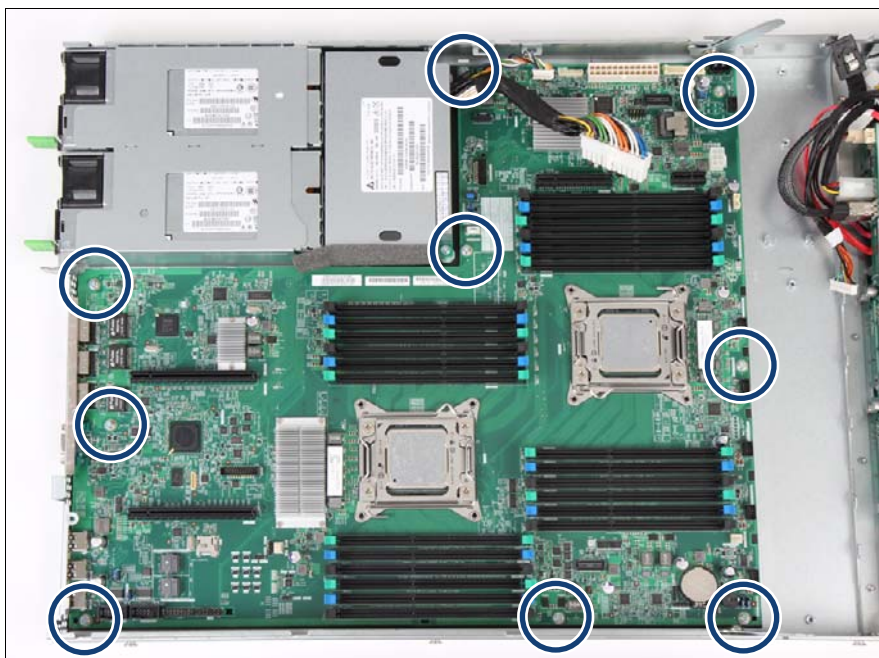

図 235: ネジの位置
- ▶ システムボードを 9 本のネジで固定します（365 ページの図 235 を参照）。